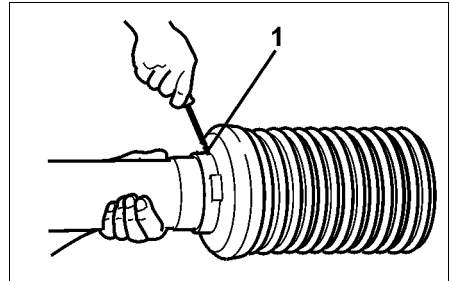

Fig. 20
- Arretierungsschraube (Fig. 20/1) herausschrauben.